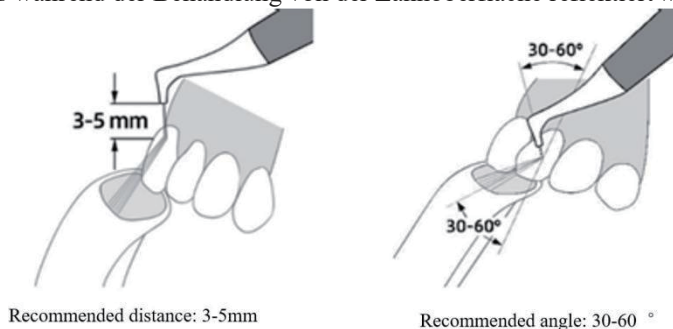

Abb. 6: Schematische Darstellung des Sandstrahlens auf Zahnfleisch
2.3.5.5 Richten Sie die Düse auf die Zahnoberfläche aus. Es wird empfohlen, dass der Düsenauslass einen Abstand von 3-5 mm von der Zahnoberfläche einhält. Es wird empfohlen, dass die Luftpolierrichtung und die Zahnoberfläche einen Winkel von 30°-60° aufweisen, wie in Abbildung 6 dargestellt.
2.3.5.2 Installieren Sie die Düse vor dem Gebrauch, nehmen Sie die Düse heraus und montieren Sie sie an das Ende des subgingivalen Handstücks. Drehen Sie die Düsenmutter zuerst auf das Kopfhandstück und verriegeln Sie dann die Düse mit einem Schraubenschlüssel, wie in Abb. 6 gezeigt.